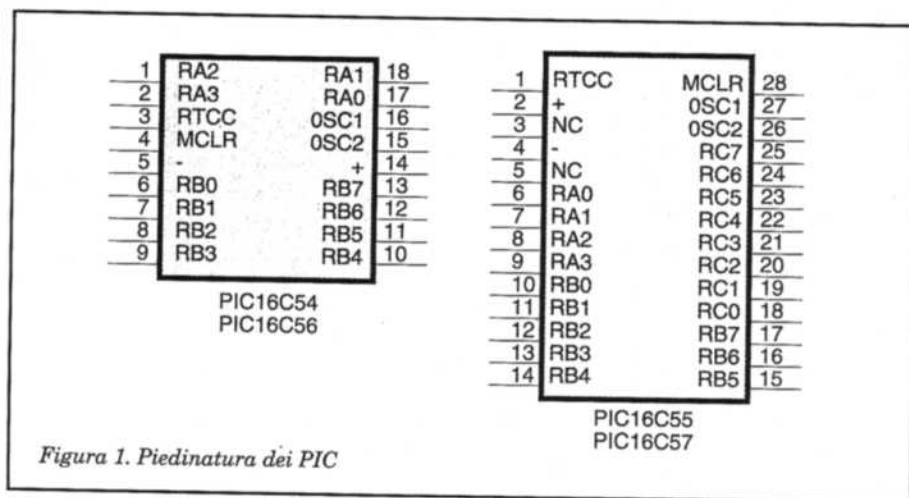
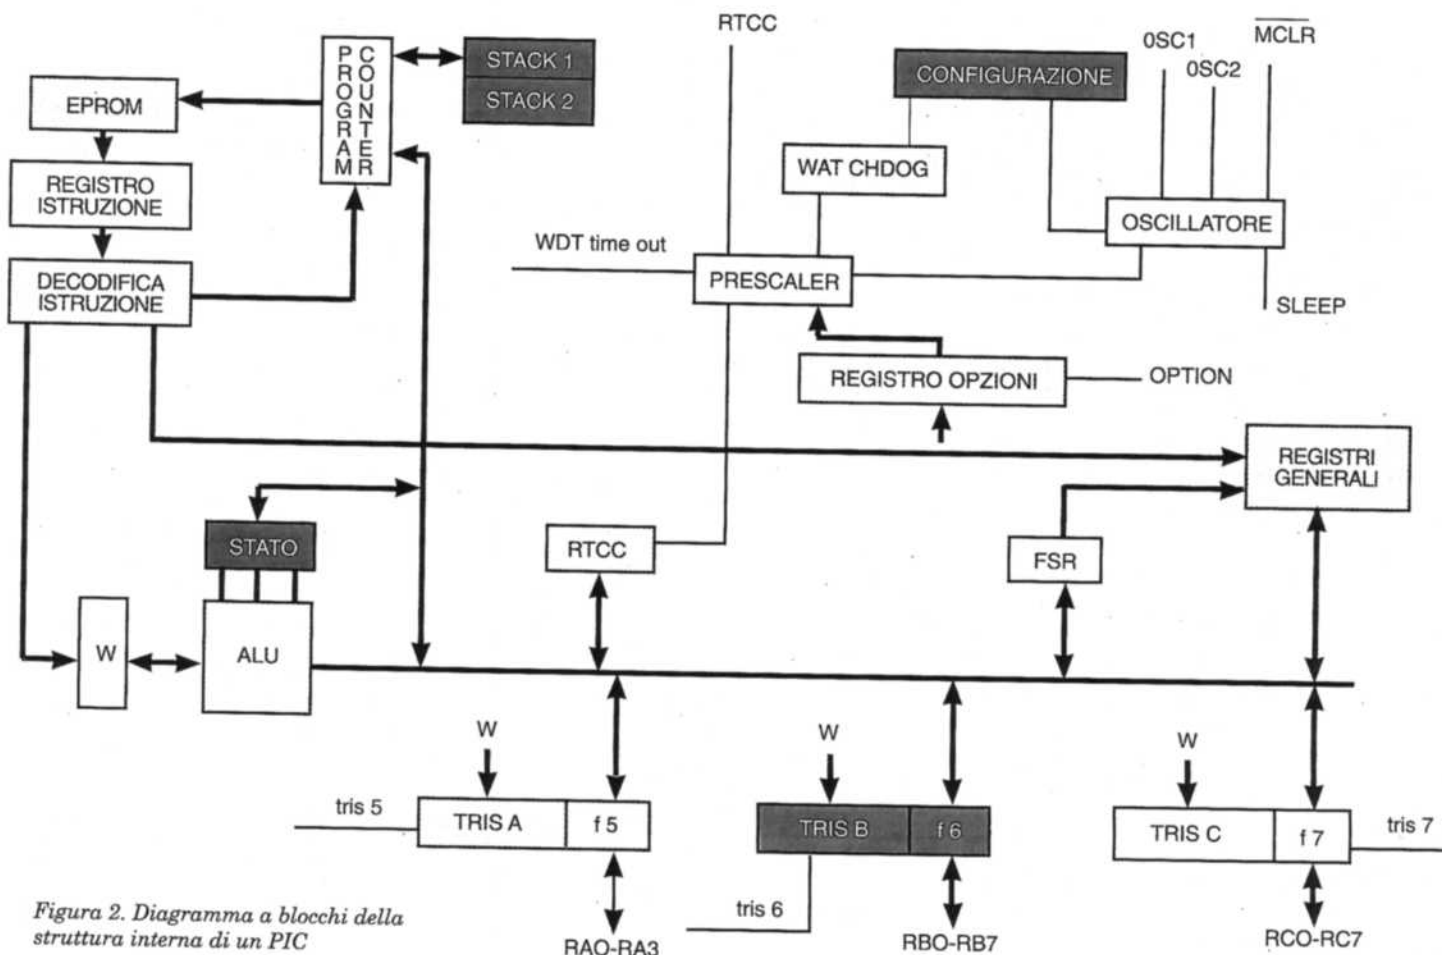
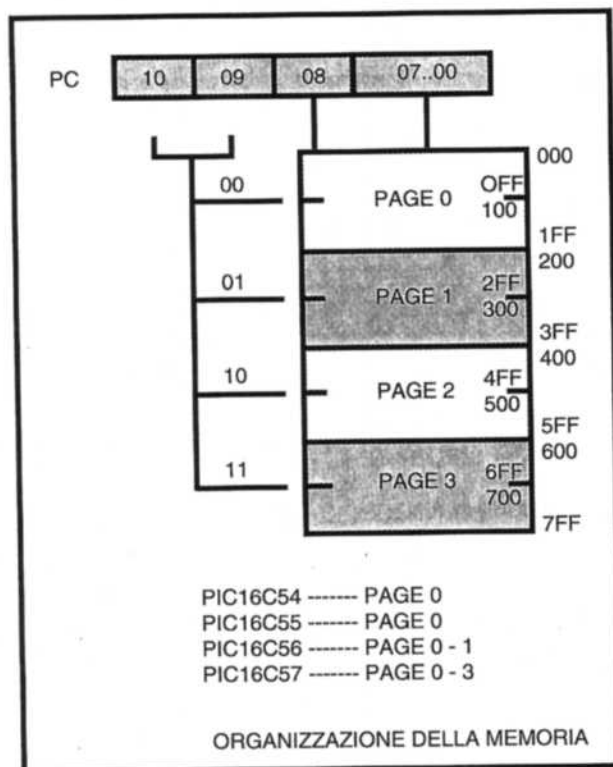

Figura 1. Piedinatura dei PIC
Figura 2. Diagramma a blocchi della struttura interna di un PIC
Figura 4. Organizzazione della memoria SRAM
In Figura 1 troviamo la piedinatura dei chip PIC16C54,55,56 e 57.
In Figura 1 vediamo la piedinatura corrispondente ai vari device attualmente in commercio, mentre in Figura 2 troviamo lo schema a blocchi.
è possibile vedere nella mappa della memoria di Figura 4: per indirizzare tutti e quattro i banchi del PIC16C57 sono necessari due bit in più rispetto agli altri device. Tornando alla Figura 2, possiamo notare che dopo la decodifica è possibile lavorare con i registri generali oppure con il registro W (Word). Quest'ultimo rappresenta uno dei registri più frequentemente usati dal pro-
Il bit di POWER DOWN (PD), invece, è settato a 1 dalla sola istruzione CLRWDT e resettato dall'istruzione SLEEP. Il bit ZERO Z, è settato a 1 solo se il risultato dell'ultima operazione eseguita è zero. I due bit DIGIT CARRY (DC) e CARRY (C) sono, invece, settati se sopravviene un overflow. Sempre in Figura 2, alla ALU sono connessi i registri F5, F6, F7 e i rispettivi TRIS_A, TRIS_B e TRIS_C.